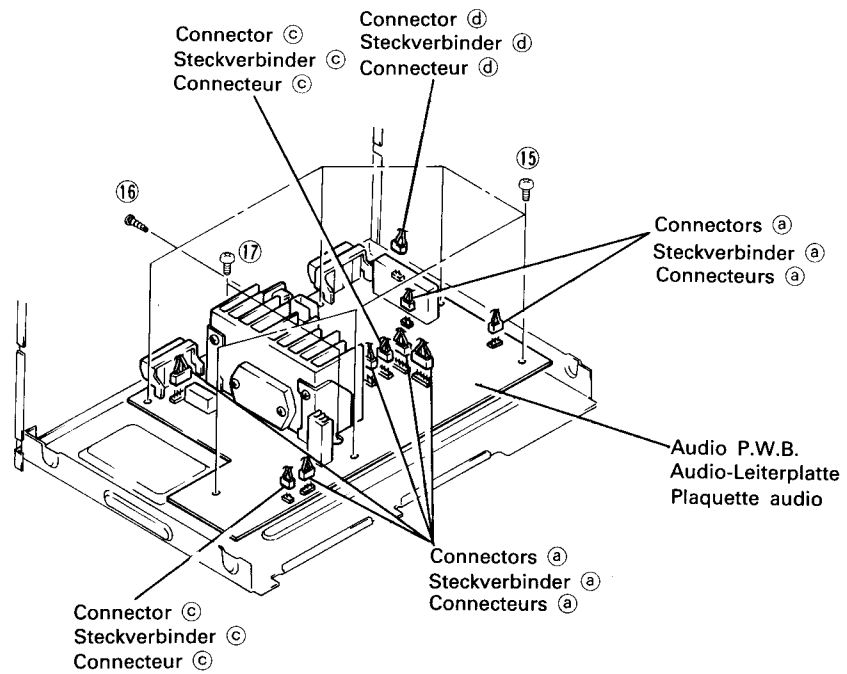

Fig. 9 Abb. 9
Remove two screws ③. Remove the power switch. Then remove two screws ④, three screws ⑤, one screw ⑥ and seven Audio P.W.B. connectors a. (Refer to Fig. 9 for connectors a.)
Remove two screws ⑨, two screws ⑩, five connectors b and two connectors c. Open in the direction of arrow B. Next, remove the REC level knob, two screws ⑪ and one tab. (Refer to Fig. 9 for connectors c.)
### 9. Audio P.W.B. (Fig. 9)
Die beiden Schrauben ③ herausdrehen und die Netz-taste abnehmen. Anschließend die beiden Schrauben ④, die drei Schrauben ⑤ und Schraube ⑥ herausdrehen und die sieben Steckverbinder a der Audio-Leiterplatte entfernen. (Steckverbinder a siehe Abb. 9.)
Die beiden Schrauben ⑨ und ⑩ herausdrehen und die fünf Steckverbinder b sowie die beiden Steckverbinder c abziehen. In Pfeilrichtung B öffnen. Danach den Drehknopf für Aufnahmepegel (REC) sowie die beiden Schrauben ⑪ und eine Klaue entfernen. (Steckverbinder c siehe Abb. 9.)
### 9. Audio-Leiterplatte (Abb. 9)
Enlever deux vis ③. Enlever l'interrupteur d'alimentation. Puis enlever deux vis ④, trois vis ⑤, une vis ⑥ et sept connecteurs de plaquette audio a. (Se référer à la Fig. 9 pour les connecteurs a.)
Enlever deux vis ⑨, deux vis ⑩, cinq connecteurs b et deux connecteurs c. Ouvrir dans la direction de la flèche B. Puis, enlever le bouton de niveau d'enregistrement (REC), deux vis ⑪ et une attache. (Se référer à la Fig. 9 pour les connecteurs c.)
## 9. Plaquette audio (Fig. 9)